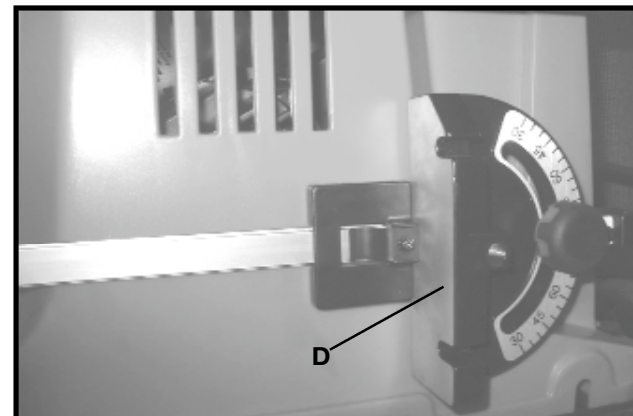

Fig. 28
3. La Fig. 28, ilustra el calibrador de inglete (D) insertado en el sujetador del calibrador de inglete cuando no se utiliza.